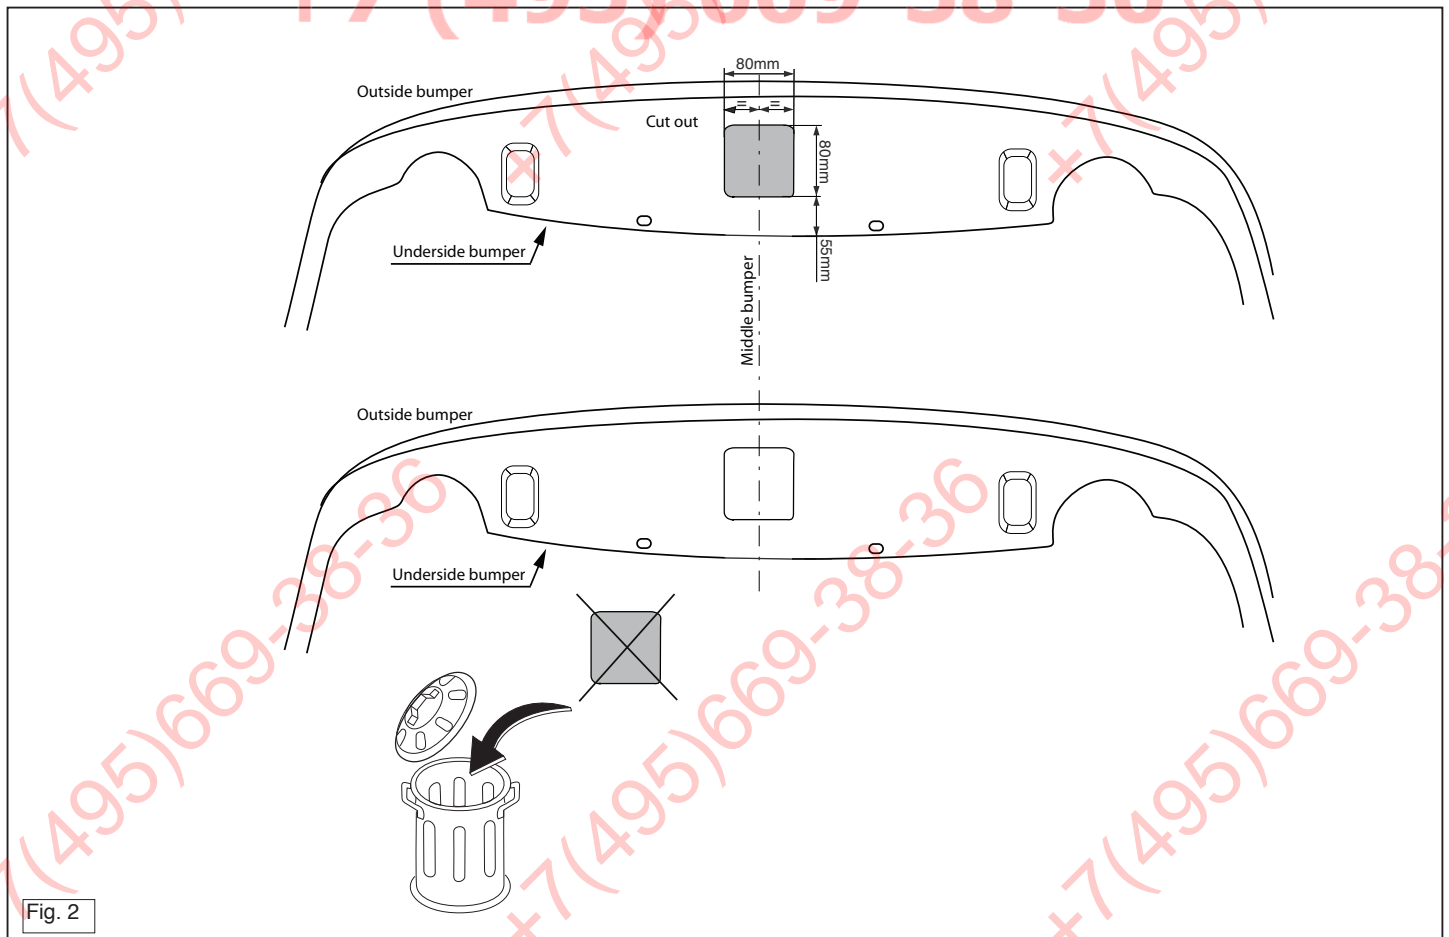

Fig. 2
7. Scier au centre de la partie inférieure du pare-chocs une partie correspondant à la figure 2.
7. Sæt en del ud af kotangere midt på undersiden if. fig. 2.
7. Выпилить часть из бампера в середине снизу, как указано на рис.2.